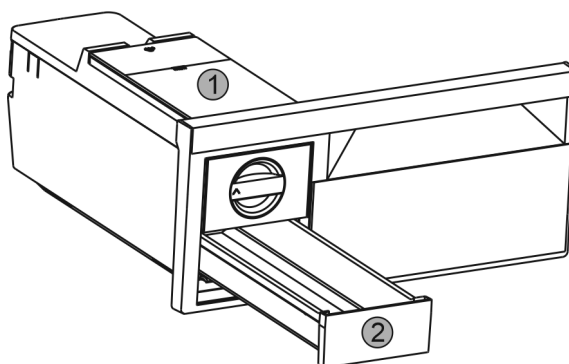

Fig. 55
- ▶ Watertank Fig. 55 (1) en ijsblokjeslade Fig. 55 (2) verwijderen.